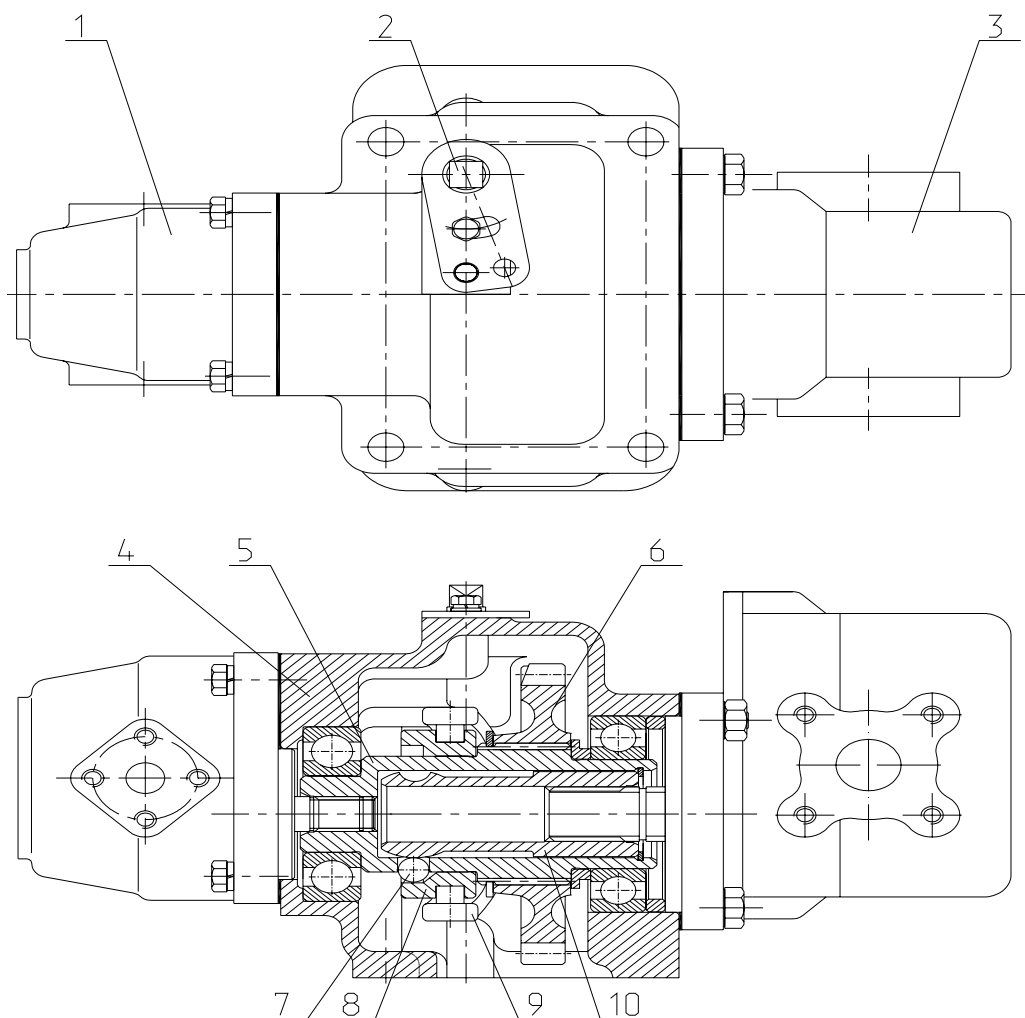

Рис. 3 Привод насосов:
- привод насосов гидронавесной системы и гидросистемы трансмиссии (рис. 3)
Масляные насосы (см. рис.3) гидронавесной системы (3) и гидросистемы трансмиссии (1) – шестеренчатые, правого и левого вращения соответственно. Привод насоса гидронавесной системы – отключаемый, независимый от муфты сцепления. Привод насоса гидросистемы трансмиссии – постоянного действия, независимый от муфты сцепления.
Привод насоса гидронавесной системы состоит из корпуса (4) (рис. 3), шестерни (6), установленной на шлицах вала (5), вращающегося в 2-х шарикоподшипниках. Шарики (7) (3 шт.), помещенные в отверстия вала (5), замыкают или размыкают